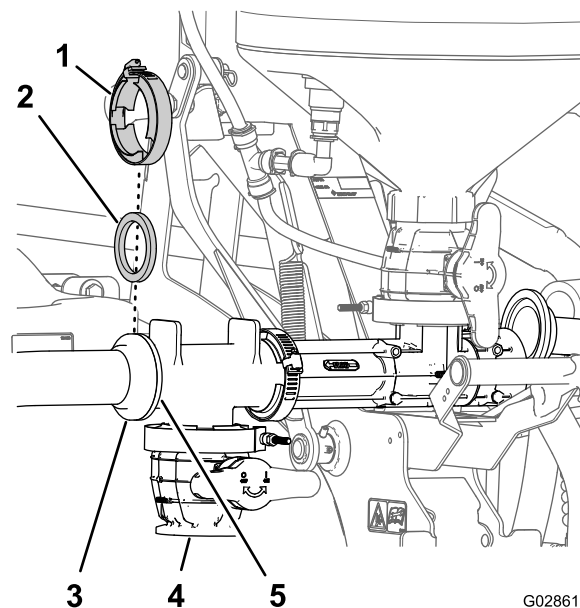

Рисунок 24
4. Присоедините шланг бака к тройнику, используя прокладку и фланцевый хомут (Рисунок 24).
5. Поднимите и опустите эдуктор, чтобы убедиться в отсутствии препятствий при перемещении шланга бака (Рисунок 24).